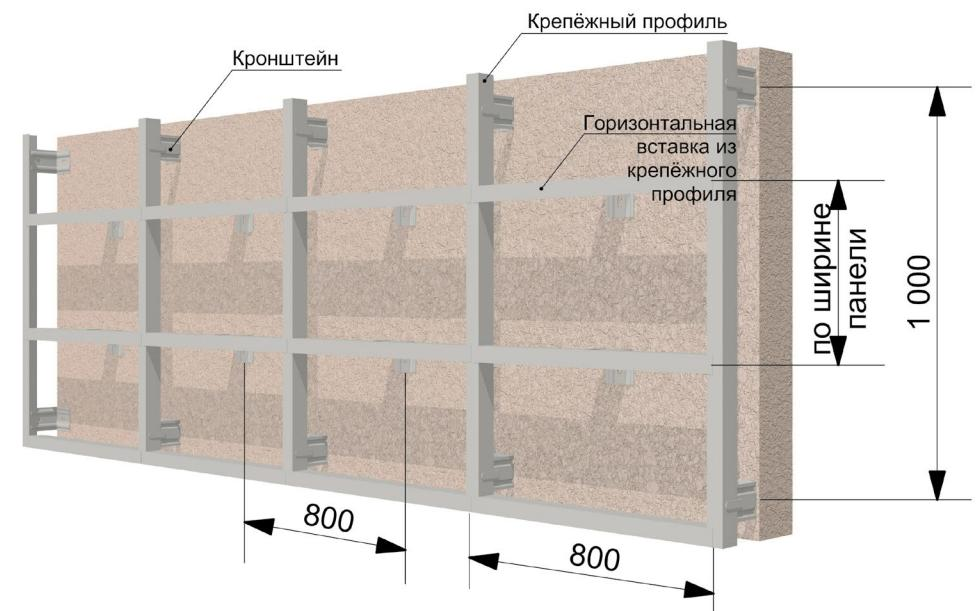

Рис. 7 Установка основания металлической обрешётки под фасадные и цокольные панели Döcke (вертикальные вставки не показаны (см. рис. 8)
4.2.1 Установка основания металлической обрешётки. Металлическая обрешётка должна быть для фасадных материалов. Толщина оцинкованного профиля не менее 1 мм. Кронштейны под вертикальные профили необходимо устанавливать с шагом 800 мм по горизонтали и 1000 мм по вертикали (рис. 7).
Кронштейны под горизонтальные вставки устанавливаются посередине между вертикальными профилями. Таким образом, горизонтальная вставка посередине фиксируется к кронштейну, а по краям – к вертикальным профилям. Шаг кронштейнов под горизонтальные вставки составляет 800 мм по горизонтали (рис. 7). По вертикали шаг равен ширине панели (таблица 3).